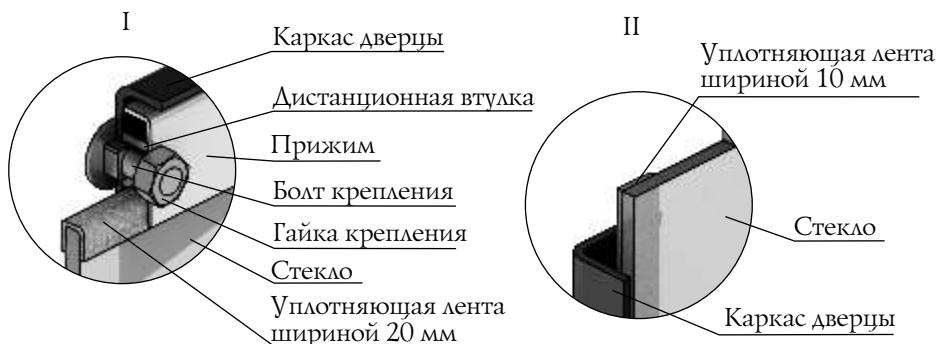

Рисунок 9. Крепление светорозрачного экрана дверцы модели «Витра»
1. Открутите две гайки, фиксирующие прижим (рисунок 9.I), и демонтируйте его и дистанционные втулки.
3. Возьмите новое стекло, если на нем нет уплотняющих лент, наклейте их: лента шириной 20 мм наклеивается сверху и снизу стекла «П»-образно (рисунок 9.I), лента шириной 10 мм наклеивается вертикально, вдоль боковых сторон стекла (рисунок 9.II).
4. Вставьте стекло в упор, при этом лента наклеенная с боковых сторон (вертикальная) должна быть зажата между стеклом и каркасом дверцы (рисунок 9.II).